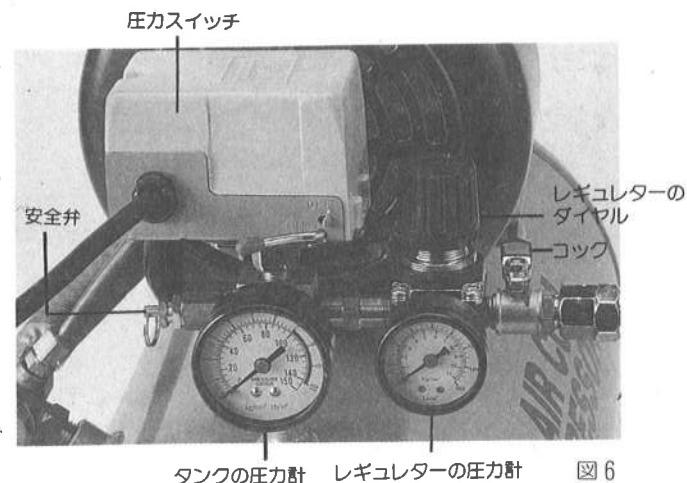

図6
- カブラの手前にコックがついています。出荷時はコックを閉めてありますのでご使用時には開いてご使用下さい。(図6参照)
- コックの手前にレギュレーターと圧力計がついています。作業工具の圧力の容量に応じて圧力を調整して下さい。(図6参照)
- ダイヤルの⊕方向(右)に回すと圧力が高くなり⊖方向(左)に回すと低くなります。(図6参照)
- ☑付属品として吐出空気量調整器がついています。ご使用については図6をご参照下さい。